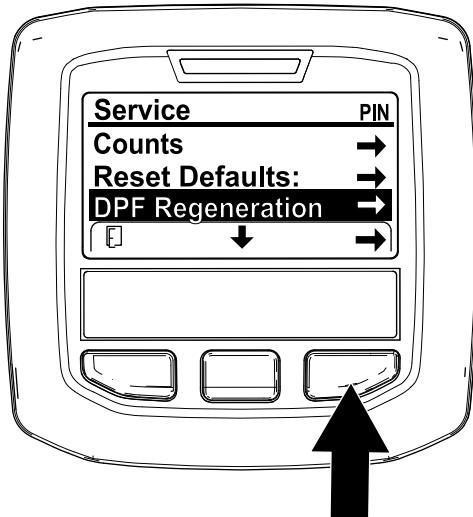

Figura 43
1. Acceda al menú Service (Servicio), pulse el botón central para desplazarse hacia abajo, hasta la opción DPF REGENERATION (Regeneración de DPF) (Figura 43).
- Pulse el botón derecho para seleccionar la opción DPF Regeneration (Regeneración de DPF) (Figura 43).